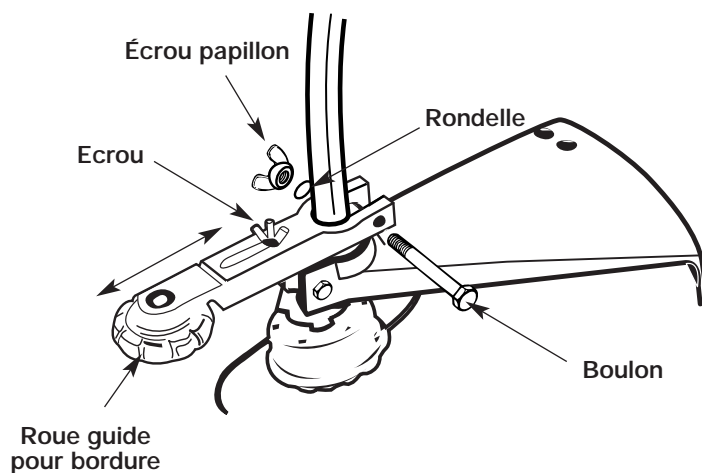

Fig. 4
1. Poussez la roue guide pour bordure dans l'arbre (Fig. 4). De la force peut être requise.
3. Ajustez la profondeur de bordure en desserrant l'écrou et en bougeant sur la position désirée, le long de la flèche indiquée et serrez bien (Fig. 4).